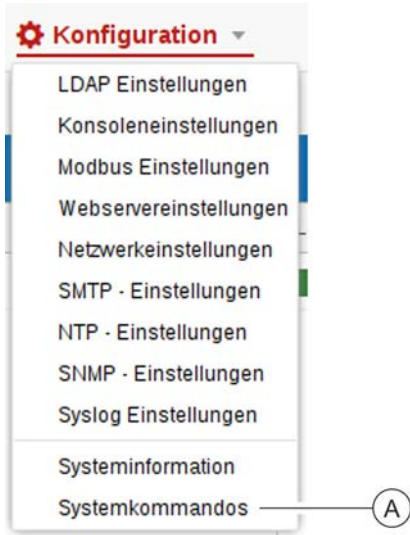

Abb. 244: Systemkommandos aufrufen
1. Über „*Konfiguration* → *Systemkommandos*“ das Fenster "Systemkommandos" aufrufen (Abb. 244/Ⓐ).